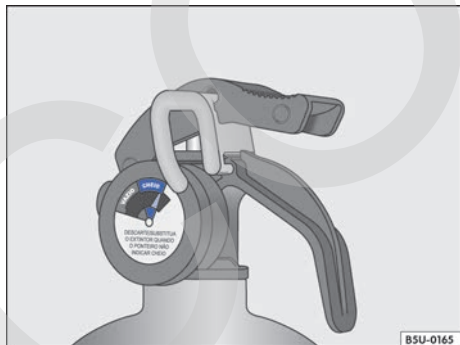
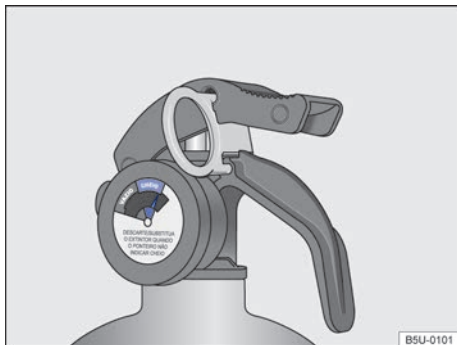

Fig. 155 En el extintor de incendios: indicador de carga (manómetro).
Fig. 156 En el extintor de incendios: indicador de carga (manómetro).
- Carga - el puntero debe estar en la franja verde del manómetro (cargada) ⇒ fig. 155 o ⇒ fig. 156. ▶